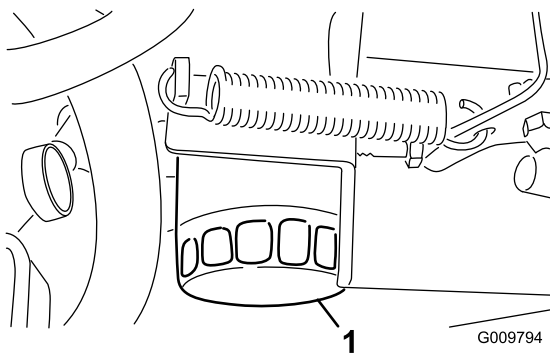

Figure 47
3. Enlevez le filtre à huile (Figure 47).